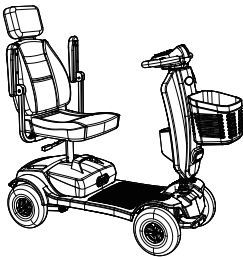

Abbildung 8
1. Heben Sie die Armlehnen an, um den Sitzhebel zu erreichen (siehe Abbildung 8).